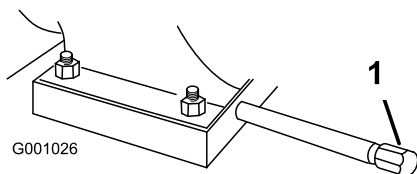

Figure 43
1. Nettoyez la surface autour du bouchon de vidange d'huile (Figure 43).